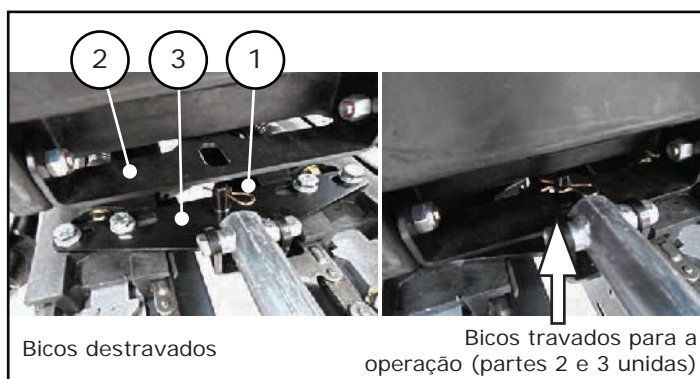

Figura 31
- Levante os bicos e remova a cupilha (1);
- Reinstale a cupilha (1), figura 31.